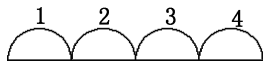

图 15-72 修剪图形
(5) 单击“默认”选项卡“修改”面板中的“修剪”按钮, 以水平直线为修剪边, 对圆进行修剪, 结果如图15-72所示。